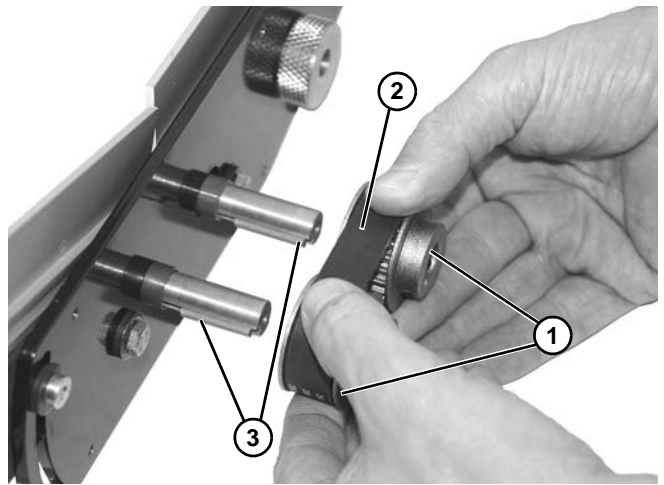

Figura 79
4. Retire ambas poleas (Figura 79, artículo 1) y la banda (Figura 79, artículo 2).
5. Asegúrese de que haya instaladas dos llaves (Figura 79, artículo 3) en cada eje.
6. Instale la nueva banda (Figura 79, artículo 2) y ambas poleas (Figura 79, artículo 1).